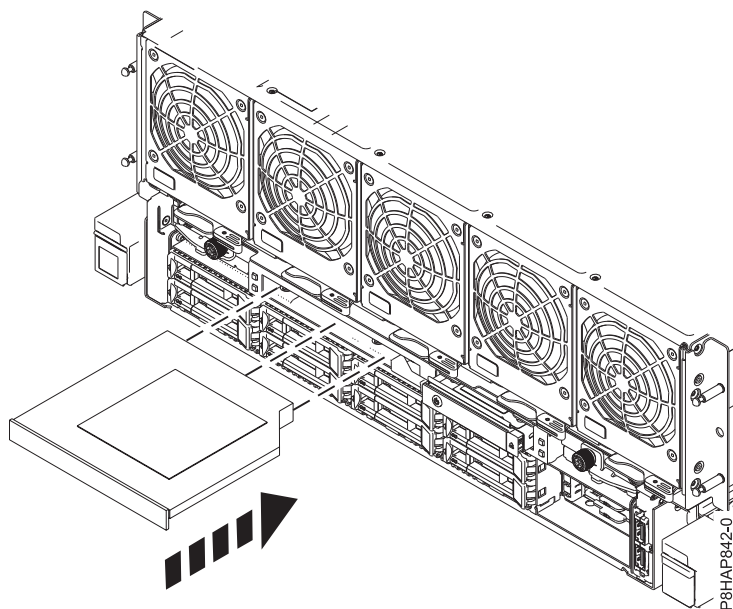

図 21. DVD ドライブの再取り付け
- b. DVD ドライブをシステム内に十分に押し込んで、所定の位置に装置をロックします。図 21を参照してください。